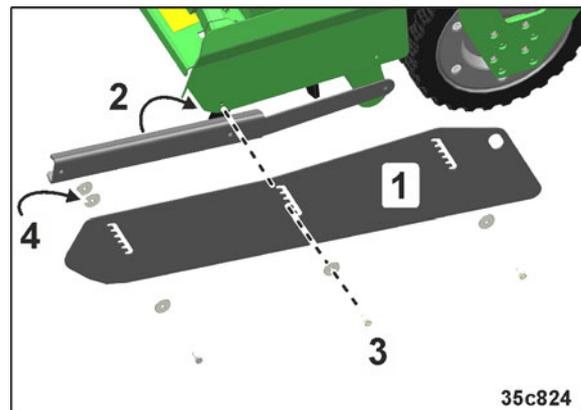

Fig. 19
Visser les rallonges de déflecteurs latéraux (Fig. 19/1) sur le cultivateur rotatif/la herse rotative.
4. Positionner le contre-support derrière le logement (Fig. 19/2)
5. Poser les rallonges de déflecteurs latéraux (Fig. 19/1) contre le logement du KE Super/KX/KG 3001 et les fixer avec les vis (Fig. 19/3) sur le contre-support.
6. Insérer des entretoises pour le vissage à l'avant (Fig. 19/4).